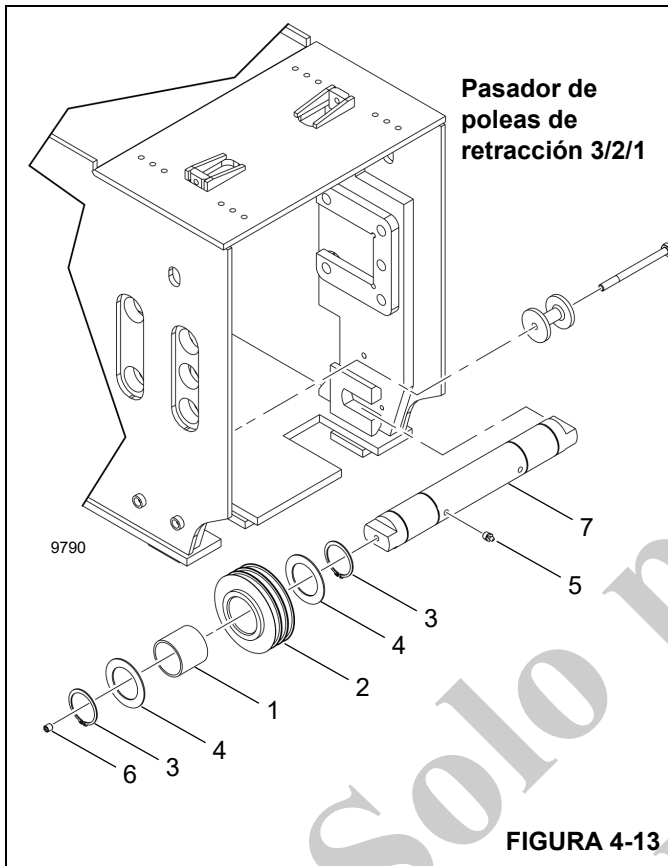

FIGURA 4-13
6. Desarme el pasador del cable de retracción 3/2/1 (7, Figura 4-13) como se indica a continuación:
- a. Retire los anillos elásticos (3) y las arandelas (4).
- b. Quite las poleas de retracción 3/2/1 (2).
- c. Retire los cojinetes (1) de las poleas de retracción 3/2/1.
- d. Saque los tapones (6).
- e. Retire las graseras (5).